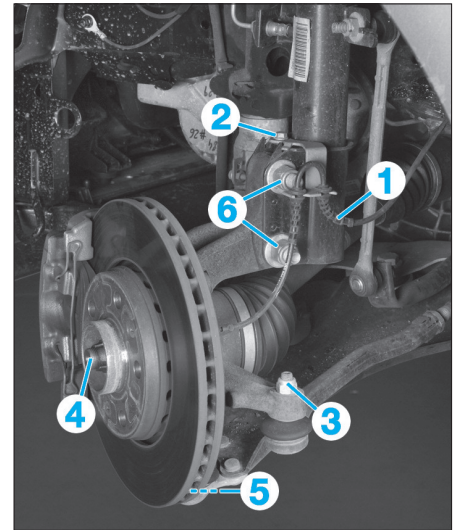

FIG. 12
- Dégrafer le câblage ABS (1) et déposer son support (2) (Fig.12).
- la rotule (3) de direction,
- l'écrou (4) de transmission,
- la rotule (5) de bras inférieur,
- les écrous (6) du pied d'amortisseur,